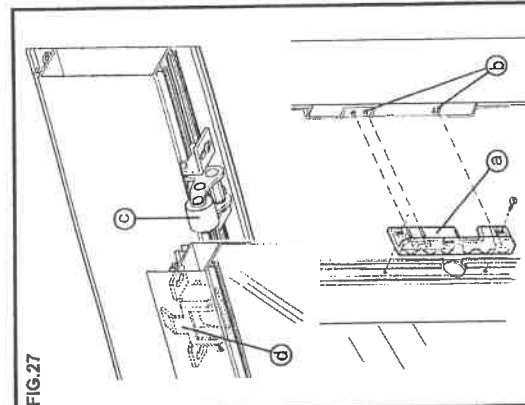

FIG.27
- Montare sul battente della porta il riscontro della serratura avendo cura di far coincidere il ponte mobile e l'azionatore del contatto di sicurezza con le rispettive sedi nella serratura - Fig.27/a/b.
- Montare il dispositivo chiudiporta (Fig.27/c) sul telaio e sulla traversa della porta (Fig.27/d).